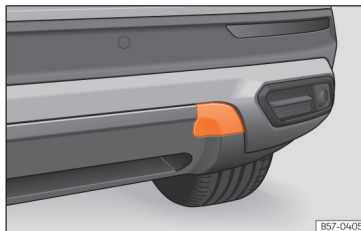

Abb. 47 Auf der rechten Seite des hinteren Stoßfängers: Abdeckung entfernen.
Die Abschleppöse wird in die hinter einer Abdeckung auf der rechten Seite des hinteren Stoßfängers befindliche Aufnahme eingeschraubt » **Abb. 47**.
- Drücken Sie auf den oberen Bereich der Abdeckung » **Abb. 47** und klinken Sie diese aus.